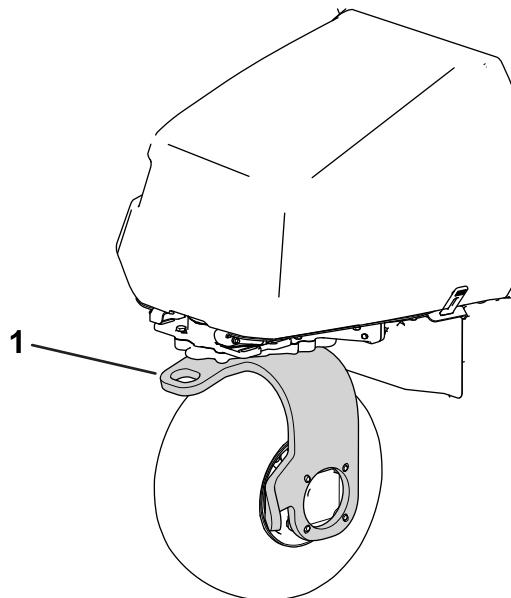

Figure 39
11. Utilisez la fourche de la roue pivotante arrière pour remorquer la machine (Figure 39).